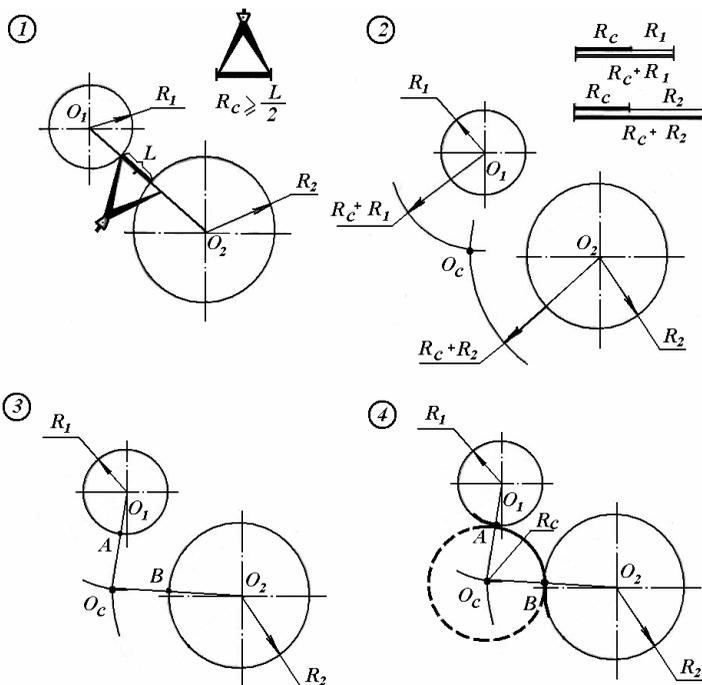

Рис. 52.
1) Даны две окружности радиусами R_1 и R_2 (рис. 52). Радиус сопряжения выбираем из условия $R_c \geq \frac{L}{2}$, где L минимальное расстояние между окружностями.